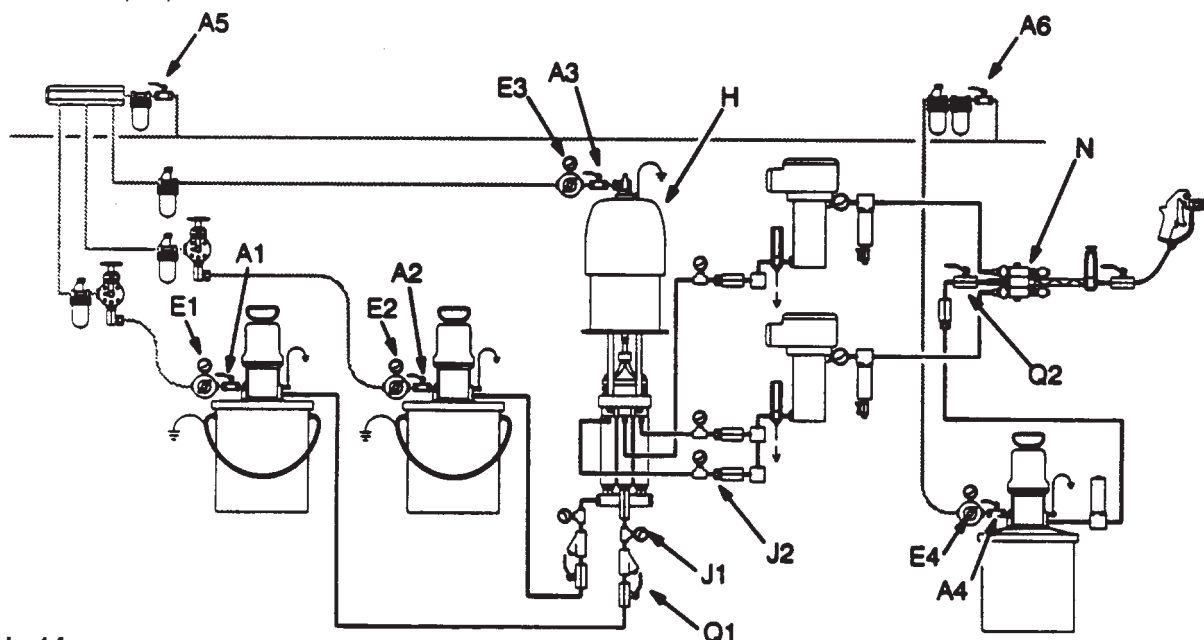

Abb. 14
4. Sicherstellen, dass die Luftregler für die Zuführpumpen (E1, E2) auf Minimaldruck eingestellt sind. Siehe Abb. 14.
5. Hauptluftventil (A5) öffnen. Siehe Abb. 14.
9. Sobald die Härter Leitungen durchspült sind, Mischventilhandgriff sowie das Ablassventil (P1) schliessen. Luftventil (A1) schliessen. Siehe Abb. 14.
- a. Sicherstellen, dass der Lösemittelpumpen–Luftregler (E4) Minimaldruck hat. Siehe Abb. 14.
- b. Hauptluftventil (A6) der Lösemittelpumpe und Pumpenluftventil (A4) öffnen. Siehe Abb. 14.
- e. Absperrventil (Q2) für Lösemittelleitung schliessen. Siehe Abb.14.